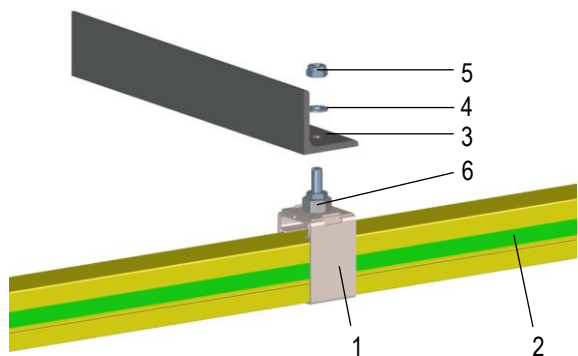

Fig. 21 : Montage du profil ProfiDAT® sur une structure de maintien
- Monter le point fixe (3) avec deux vis (5) sur l'éclisse PE.
- Monter le support de rail avec le profil sur la structure de maintien (voir le chapitre 6.4.2, Fig. 21).